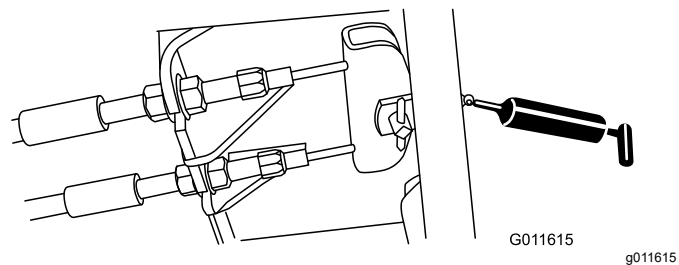

Figura 73
- Pedal do travão (1) (Figura 73)